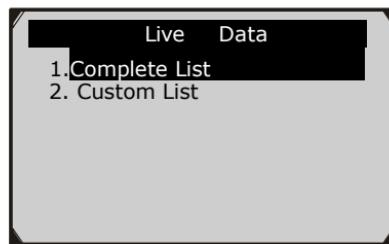

Рисунок 6.10
- 1) Для просмотра полного набора данных используйте кнопки прокрутки **ВВЕРХ/ВНИЗ** для выбора пункта **Complete List** (Полный список) на экране **Live Data** и нажмите **OK**. (Рисунок 6.10)